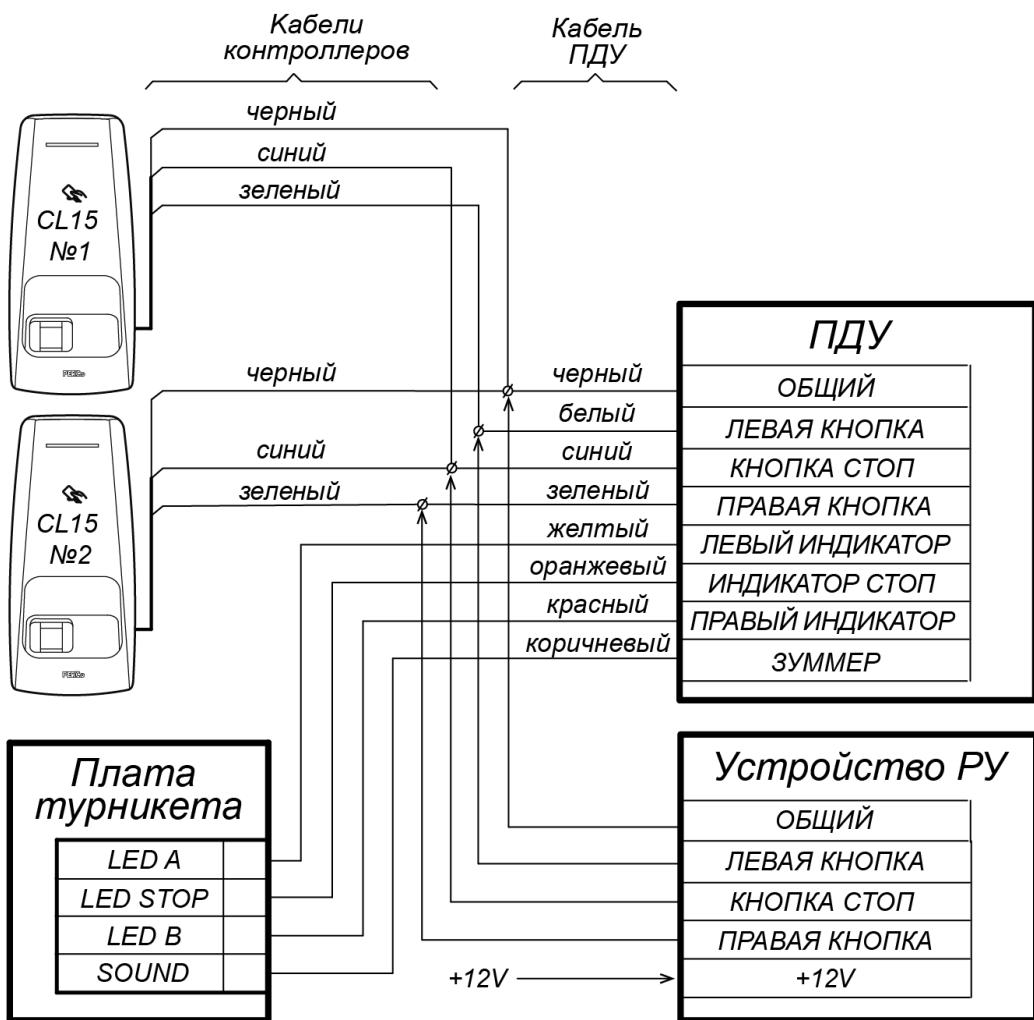

Рисунок 9. Схема подключения ПДУ и устройства РУ
- ПДУ (или устройство РУ) подключается согласно схеме, представленной на рис. 9.
При совместной работе двух контроллеров обеспечивается возможность подключения ПДУ для управления турникетом или калиткой. Для подключения ПДУ используются по 2 входа на каждом контроллере: *DU* и *In* (подключение осуществляется согласно схеме на рис. 9, при этом входы *In* обоих контроллеров д.б. сконфигурированы в Web-интерфейсе контроллера как *Кнопка ПДУ, направление 3*). Управление индикацией ПДУ (*Индикаторы Левый/Стоп/Правый и Зуммер*) возможно только для ИУ производства PERCo, при этом подключение осуществляется к соответствующим выходам платы CLB – см. схемы подключения ПДУ для соответствующих ИУ.